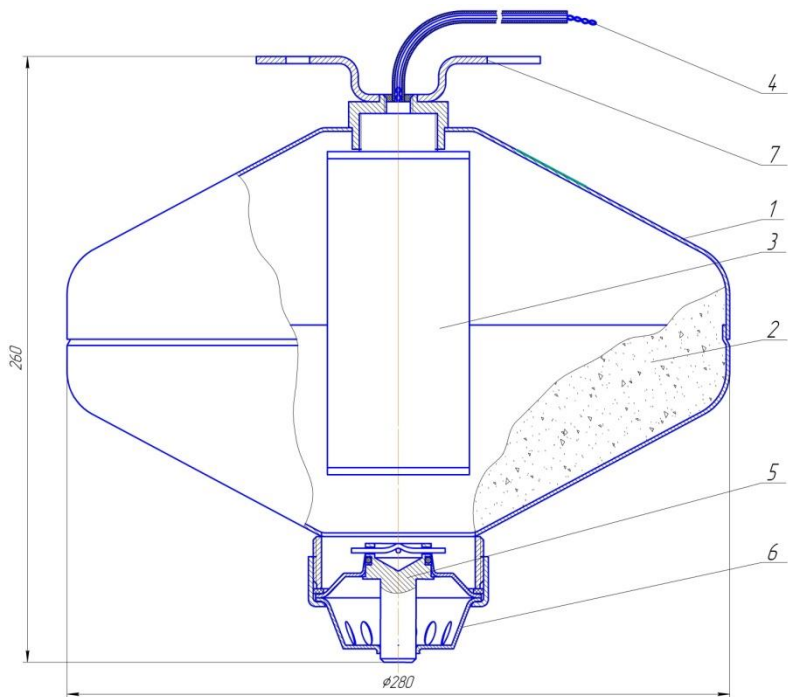

Рис. 2
3.1.1 МПП (Рис. 2) состоит из корпуса **1**, в котором размещаются огнетушащий порошок (ОП) **2** и газогенерирующий элемент (ГГЭ) **3** с электроактиватором **4**. Соединительные провода электроактиватора **4** выведены через герметичный узел в корпусе МПП. В нижней части корпуса находится устройство с предохранительно-выпускным клапаном **5** и распылителем порошка **6**. В верхней части модуль снабжен кронштейном **7** для крепления к потолочному перекрытию.